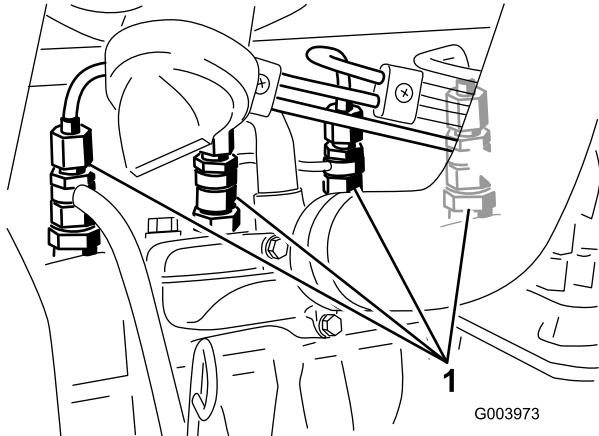

Рисунок 31
1. Ослабьте соединение трубки к соплу № 1 и держателю в сборе (Рисунок 31).